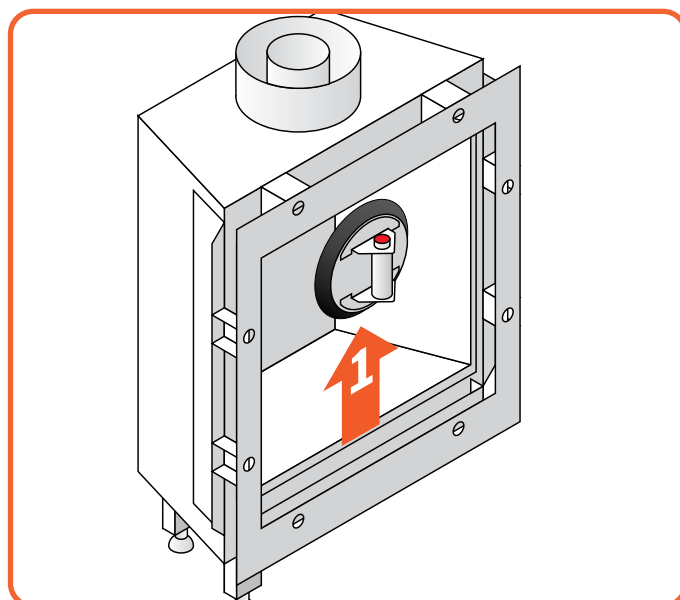

Figure 9.5 | Placez la ventouse et soulevez légèrement
- Retirez les cordons en verre. (Voir Figure 9.5)